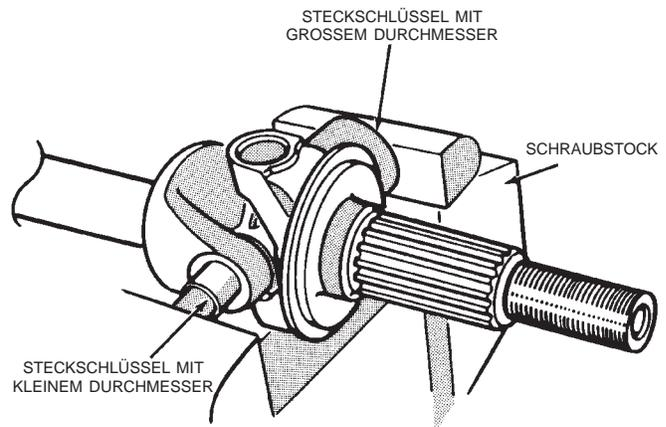

Abb. 5 Lagerdeckel ausbauen
(5) Welle und Kreuzgelenk mit den beiden Steckschlüsseln in einen Schraubstock spannen (Abb. 5).